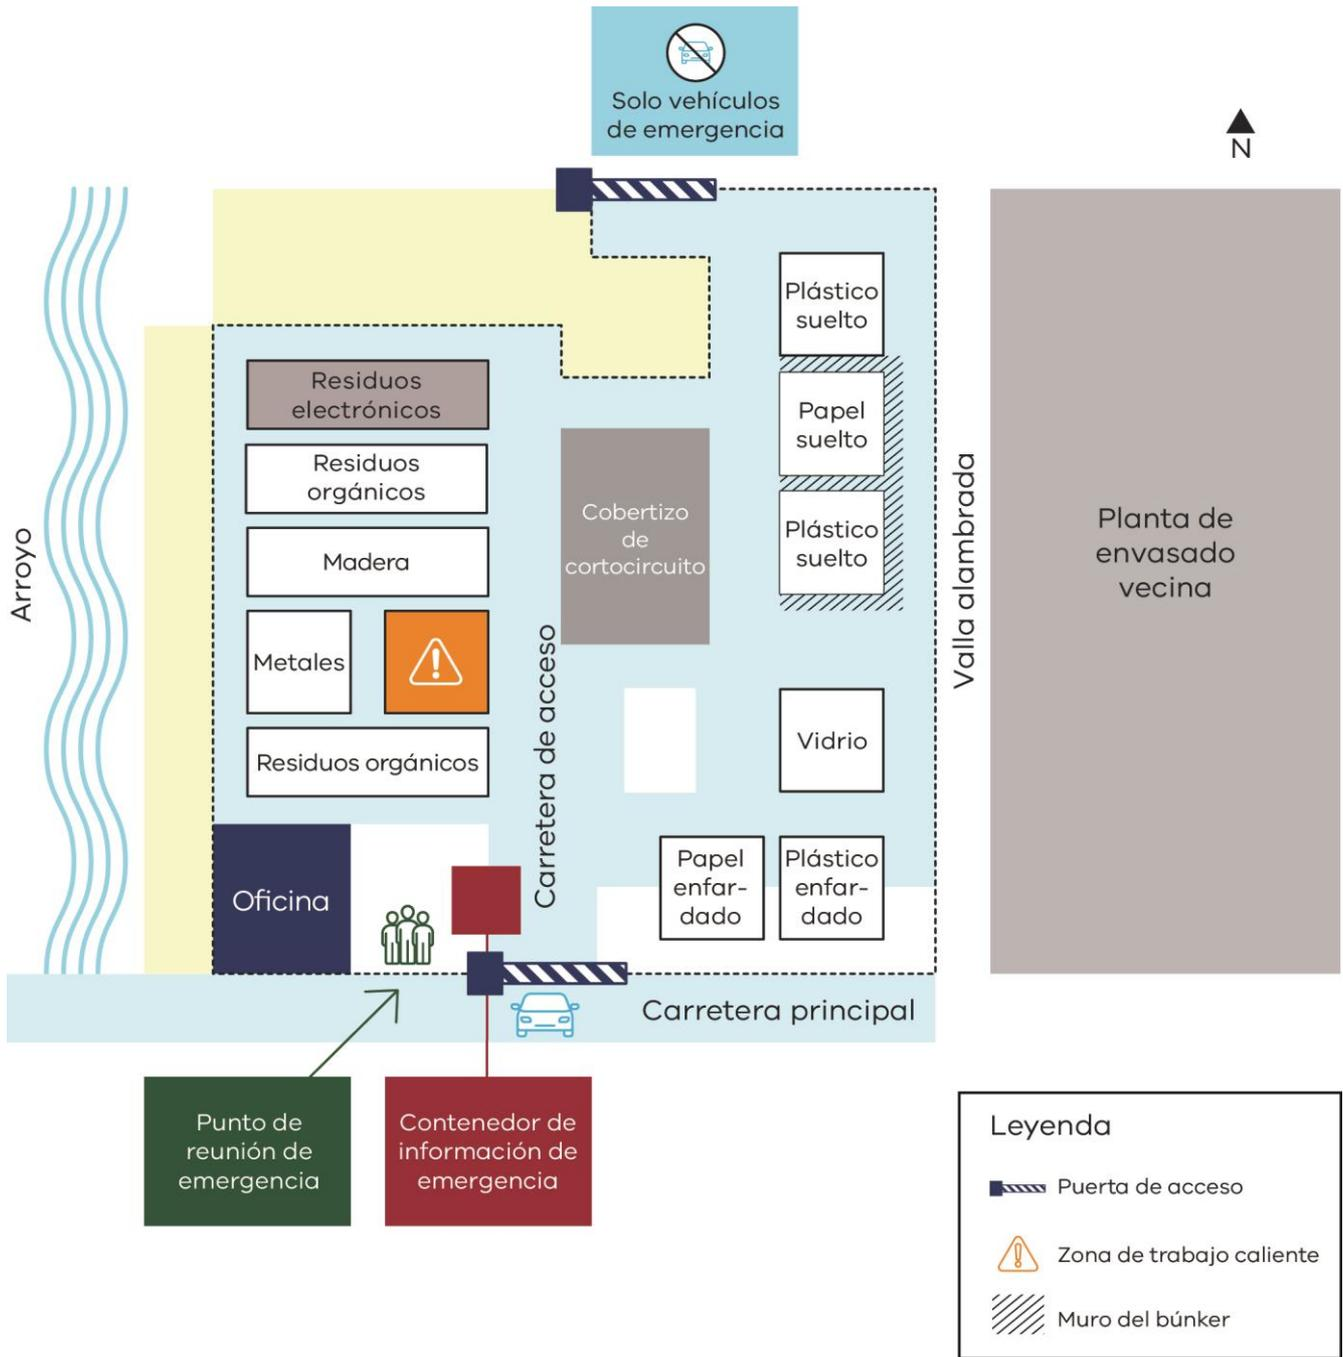

Figura 1: Instalaciones de Eric **antes** de completar su evaluación del riesgo de incendio. Tenga en cuenta que la figura no está dibujada a escala.
- Eric almacena los residuos electrónicos en un pequeño cobertizo destinado exclusivamente a tal fin. Ver en la figura 1 la disposición de la planta de recuperación de recursos de Eric.